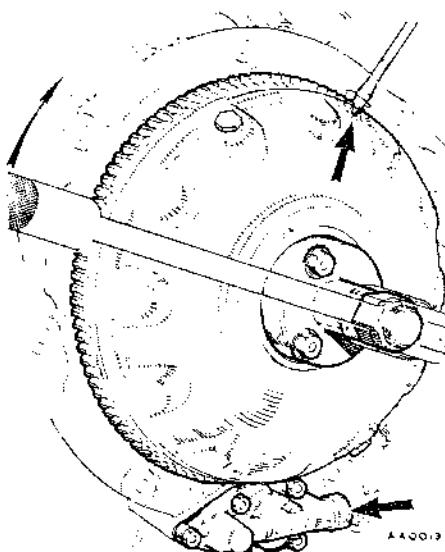
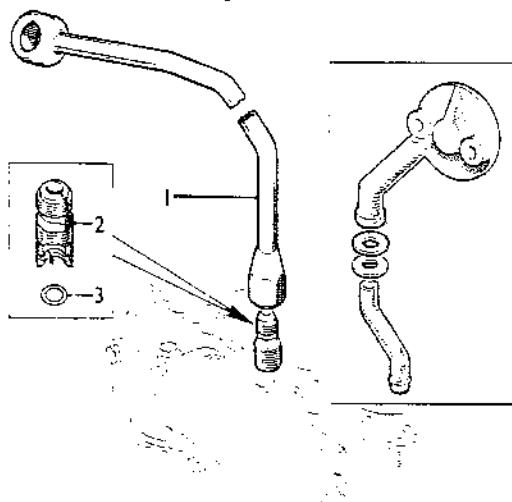

Fig. Aa.7
Fig. Aa.9
- (6) Enderezar las patillas de bloqueo y quitar los tres tornillos de sujeción equidistantes del centro del convertidor. Asegurarse de que está horizontal la ranura del extremo del cigüeñal. Empleando la Herramienta de Servicio 18G 1086 con el adaptador correctamente colocado, quitar el convertidor (Fig. Aa.7). Quitar la Herramienta y volver a poner los tres tornillos.
- (7) Quitar la válvula de baja presión del cárter del convertidor.
- (8) Acoplar la herramienta 18G 1088 en el engranaje secundario del convertidor y extraer la tuerca autorroscante del engranaje primario (Fig. Aa.7).
- (9) Quitar el pasador de horquilla y la tuerca de la palanca acodada del cambio de velocidades y quitar dicha palanca. Extraer el pivote de la palanca acodada.
- (10) Acoplar el manguito protector de nilón -herramienta de servicio 18G 1098-sobre el engranaje secundario del convertidor. Extraer las tuercas y los tornillos de presión que fijan el cárter del convertidor a la transmisión, y quitar el cárter.
- (11) Quitar las tuercas y los tornillos de presión que fijan el cárter del convertidor a la transmisión y levantar el cárter. Quitar del cárter el tubo de salida de aceite del convertidor.
- (12) Apalancar el tubo general de alimentación de aceite, separándolo de la transmisión y de la bomba de aceite.
- (13) Quitar el engranaje intermedio, las arandelas de empuje y el conjunto del engranaje secundario del convertidor.
- (14) Quitar el conjunto del filtro de aceite y desconectar el tubo de alimentación de aceite junto con (en unidades anteriores) su junta de goma y arandela de muelle (ver Fig. Aa.9).
- (15) Quitar las tuercas y tornillos de presión que fijan el motor a la transmisión y, empleando equipo deizar adecuado, levantar el motor separándolo de la transmisión.